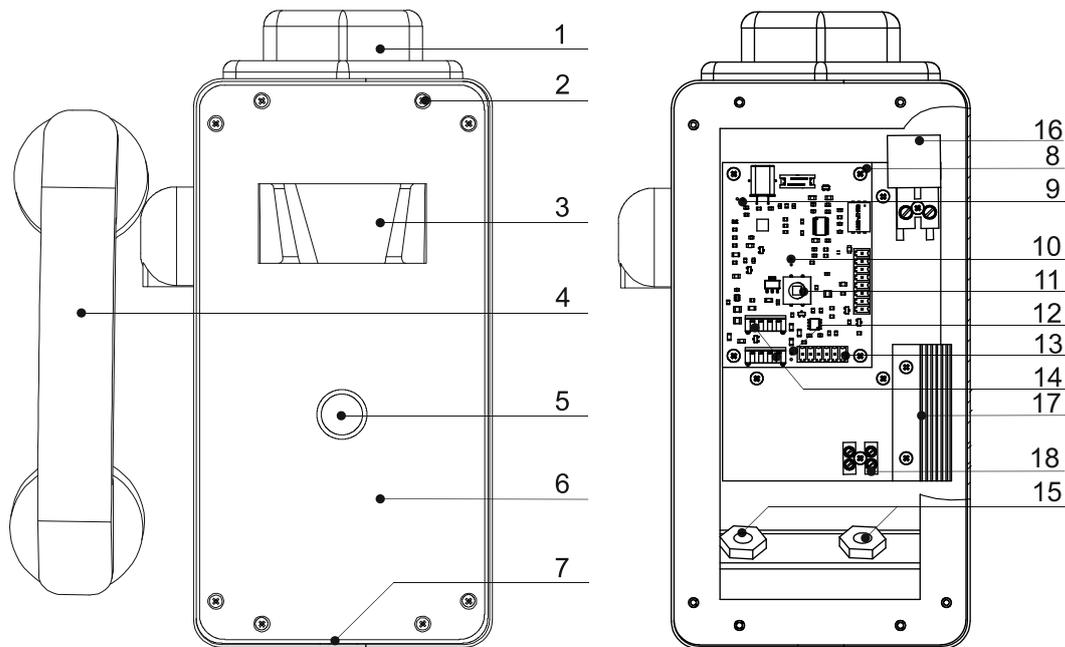

Рисунок 1. Внешний вид АВУ исполнение «Т» и вид на АВУ со снятой крышкой.
АВУ имеет два 4-х контактных разъема рис. 1. поз. 14. Разъемы включены параллельно и предназначены для питания АВУ и организации связи с ЛБС и другими вызывными устройствами по интерфейсу RS485.
Шестиконтактный разъем рис. 1 поз. 13 предназначен для подключения кабеля от крышки АВУ к печатной плате устройства. Данный кабель должен быть подключен по окончании монтажа АВУ, перед установкой крышки.
Клеммы рис. 1 поз. 18 предназначены для подключения питания подогревательного элемента.
3). Снимите крышку АВУ. Подключите к разъемам рис. 1, поз. 14 линии связи с ЛБС и другими АВУ системы. АВУ подключаются к линии связи с ЛБС последовательно, соединений типа «звезда» на одной линии не допускается. Для удобства подключений АВУ имеет два разъема, контакты которых соединены параллельно. К одному разъему подключается линия связи от ЛБС или предыдущего АВУ в линии, ко второму – линия связи со следующим АВУ. Назначение разъемов и контактов АВУ указано в приложении 1. Схема подключения АВУ к ЛБС приведена в приложении 2.
4). Включите согласующие резисторы у последних АВУ в каждой линии. Включение резистора выполняется установкой перемычки на два контакта рис. 1, поз. 12.
5). Подключите силовой кабель для питания подогревательного элемента к клеммам поз. 18 рис.1.
7). Подключите кабель от крышки АВУ к разъему рис. 1 поз. 13. Установите крышку АВУ на место, закрепите ее винтами.
запрограммировать это АВУ в систему. Для смены адреса на заводской необходимо на клеммы АВУ рис. 1 поз. 9 установить перемычку, после этого подать питание на АВУ. Адрес АВУ будет заменен на заводской. После этого необходимо снять перемычку и запрограммировать АВУ в систему.